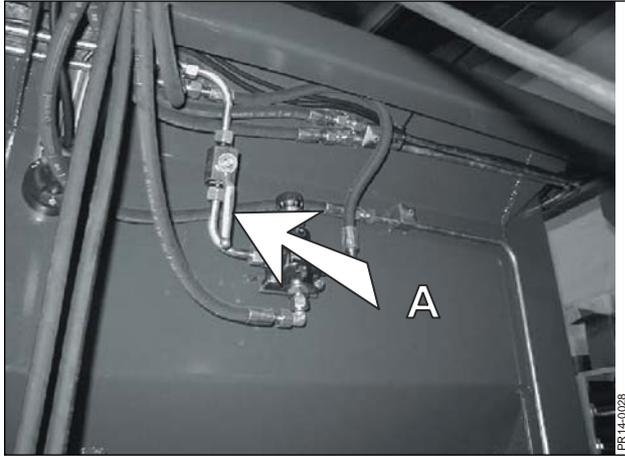

Fig. 4.8
Fig. 4.8 Wenn ein John Deere Schlepper eines bestimmten Baujahres (mit einem geschlossenen Mittelsystem versehen) verwendet wird, muss das Kugelhahnventil (A) blockiert werden.